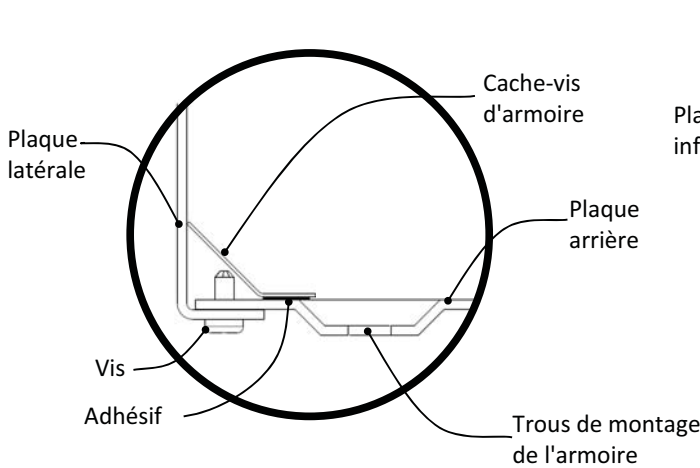

Figure 2 : Détails de mise en place des cache-vis d'armoire installés sur les plaques latérales de l'armoire I-LineMC.
4. Chaque cache-vis d'armoire possède trois points d'adhérence sur l'arrière. Pour installer, retirer la protection en papier des parties adhésives et poser le cache-vis sur un côté des vis de l'armoire, de sorte qu'il dissimule les extrémités des vis (voir les figures 2 et 3 pour plus de détails spécifiques). Lors de la pose des cache-vis, prendre soin de ne pas bloquer les trous de montage de l'armoire (voir la figure 4).